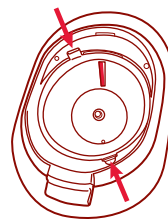

Figura 4a
3. Presione los broches de liberación de la tolva de hielo y levántela para retirarla. *Figura 4a*